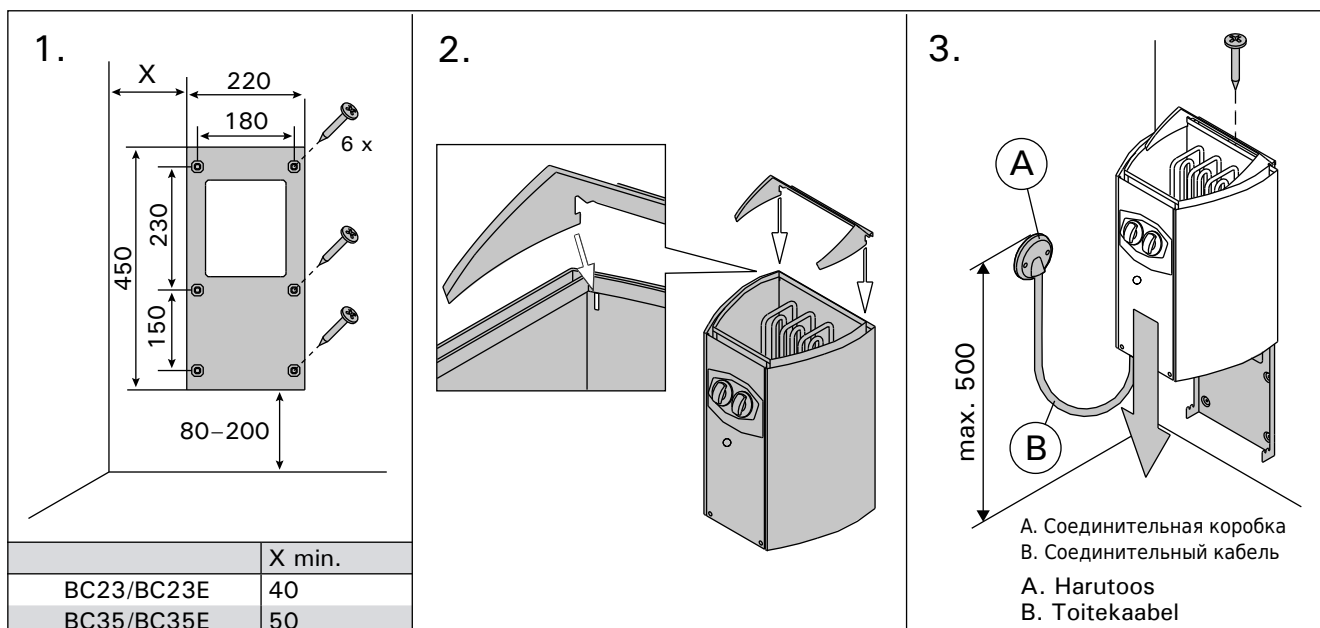

**Рисунок 6. Расстояния безопасности (все размеры приведены в миллиметрах)**
- При расположении каменки выполняются ли условия минимальных расстояний, изображенных на рис. 6 и указанных в таблице 2.
К пульту приложены более детальные инструкции по его креплению к стене. Датчик температуры устанавливается на стене сауны над каменкой на средней линии ширины каменки на расстоянии 100 мм от потолка. См. рис. 6.